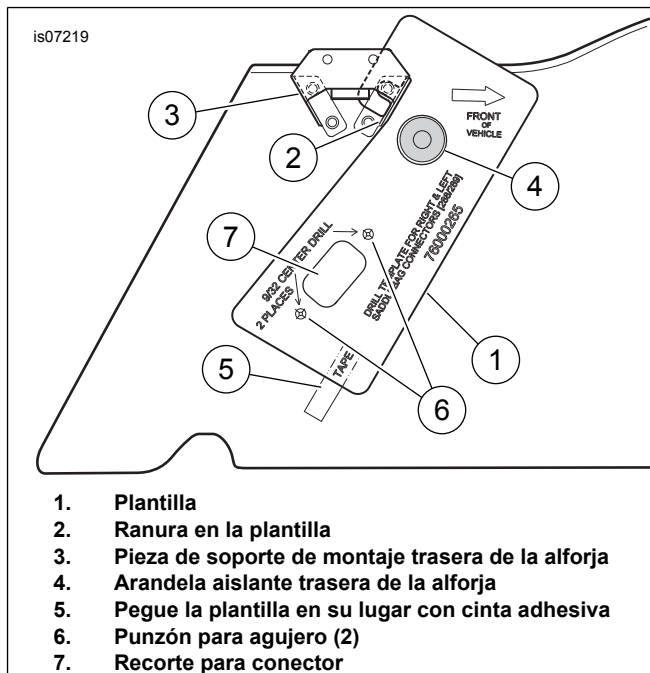

Figura 2. Perforación de la alforja para conector de 12 vías montado en el panel
4. Vea Figura 2. Enganche la ranura (2) de la plantilla (1) sobre la pieza de soporte de montaje trasera de la alforja (3). Alinee el agujero de la plantilla para que quede sobre la arandela aislante trasera (4). Pegue la plantilla en su lugar con cinta adhesiva (5), como se muestra en la figura.
5. Marque la ubicación de los dos agujeros (6) con un punzón. Marque el contorno del recorte para el conector (7) en la pared interior de la alforja. Quite la plantilla.